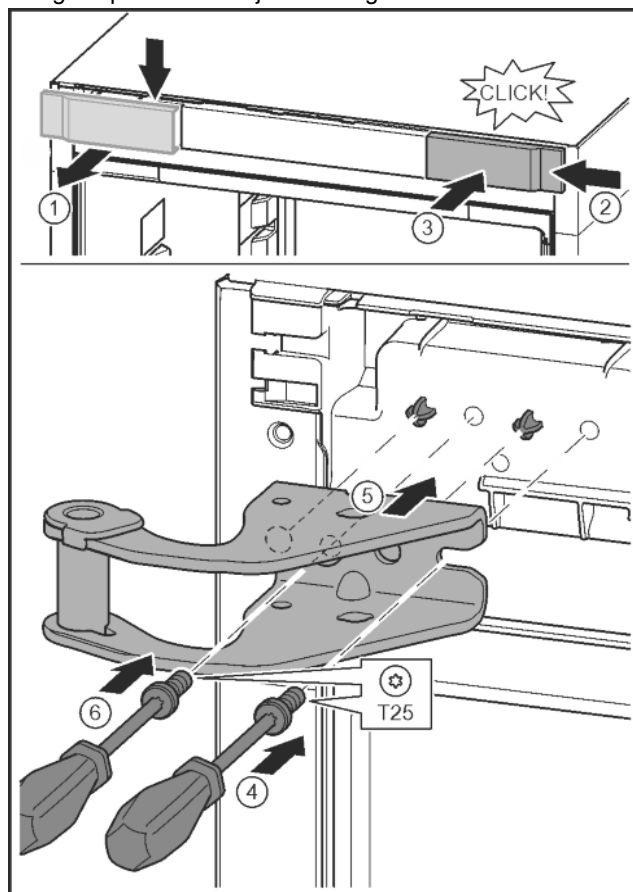

Fig. 14
- ▶ Otpustite pokrov i skinite ga bočno. Fig. 14 (1)
- ▶ Objesite pokrov okrenut za 180° na drugoj strani s desne strane. Fig. 14 (2)
- ▶ Pustite da pokrov uskoči. Fig. 14 (3)
- ▶ Odvijačem T25 postavite vijke. Fig. 14 (4)
- ▶ Postavite gornji podložak ležaja. Fig. 14 (5)
- ▶ Pritegnite vijak. Fig. 14 (4)
- ▶ Odvijačem T25 umetnite i pritegnite vijak. Fig. 14 (6)